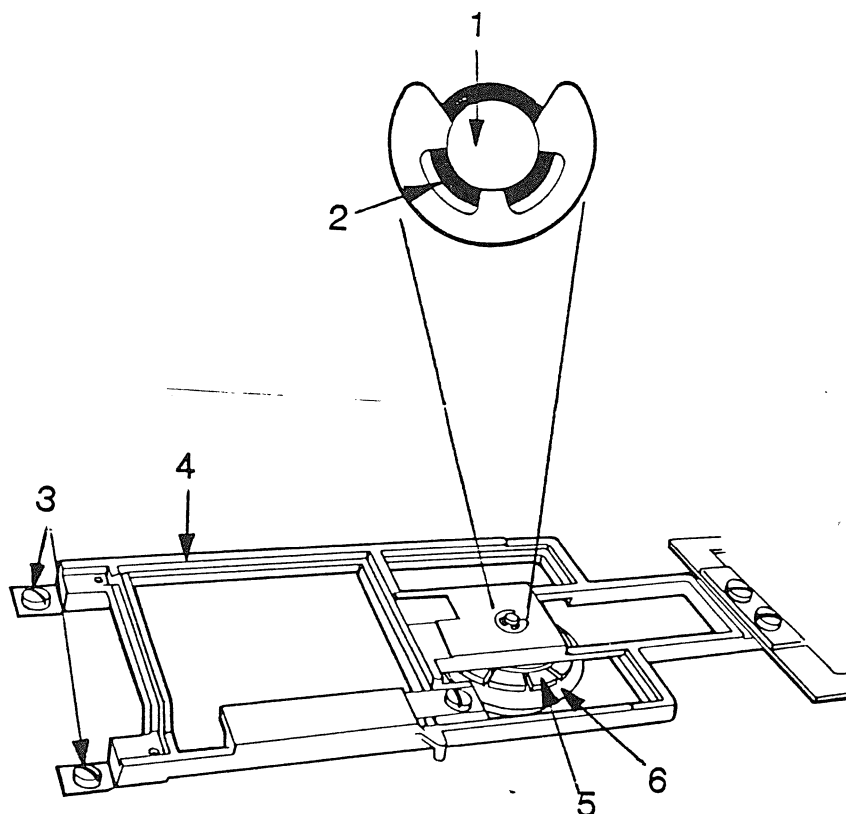

FIGURE 1
2. En regardant directement vers le bas sur l'axe (figure 1, No.1), fermer la porte. Vérifier pour voir si l'axe est centré.
4. Si l'axe n'est pas centré (c'est-à-dire, s'il touche le côté du trou dans le moulage (figure 1, No.2)), passer à l'étape 5.